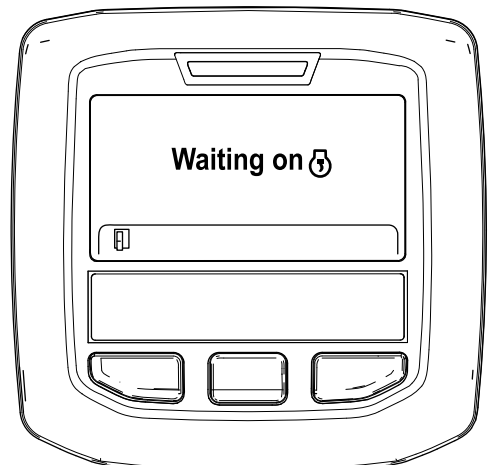

Figura 48
- B. Surge a mensagem "Waiting on" (À espera de) (Figura 48).